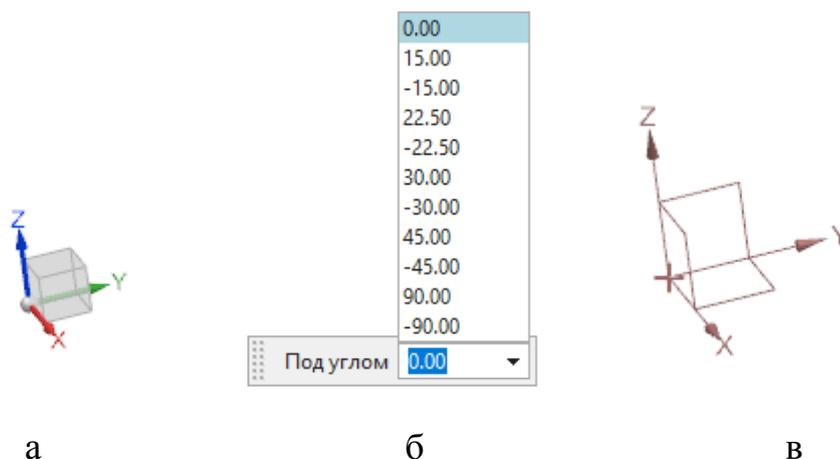

Рисунок 2.6 – Системы координат NX
Абсолютная система координат (ACS – рисунок 2.6, а) - система, в которой выполняются все построения рабочей сцены. Абсолютная система координат одина и неизменна для всех элементов всех моделей. Направление обзора ACS можно, по желанию, настраивать, поворачивая его вокруг любой из координатных осей ACS (2, рисунок 2.6, б).
*Рабочая система координат* (WCS – рисунок 2.6, в) - система, в которой выполняются текущие построения. В начальный момент времени обе системы совпадают, но проектировщик в любой момент может изменить положение WCS для удобства выполняемых построений.